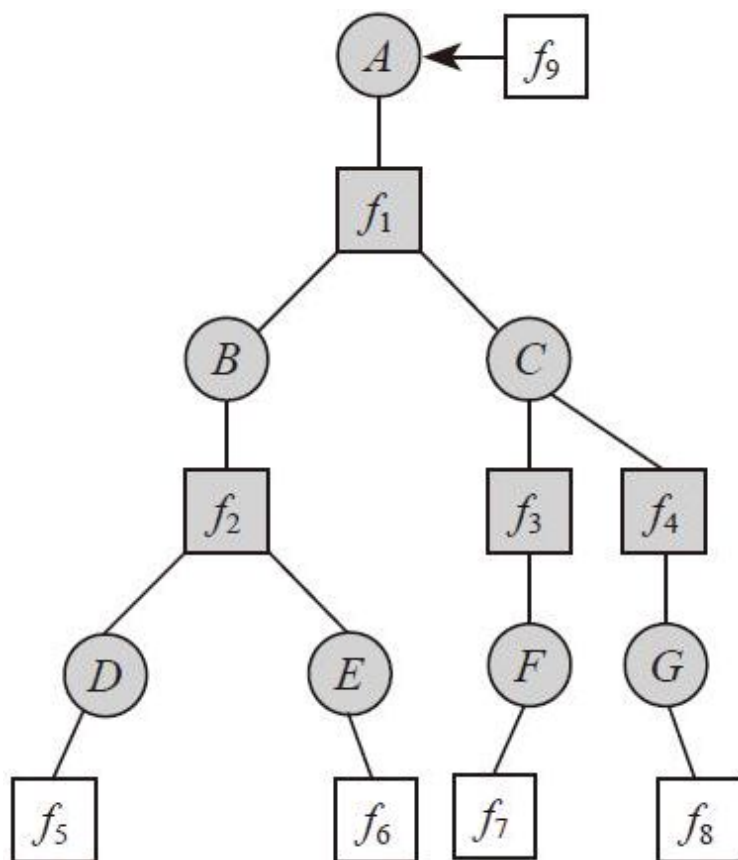

图9-17 一个节点对应一棵树
2) 对于任意 X_i ，为了方便称为 A ，我们把它当成根节点，如图9-17所示。